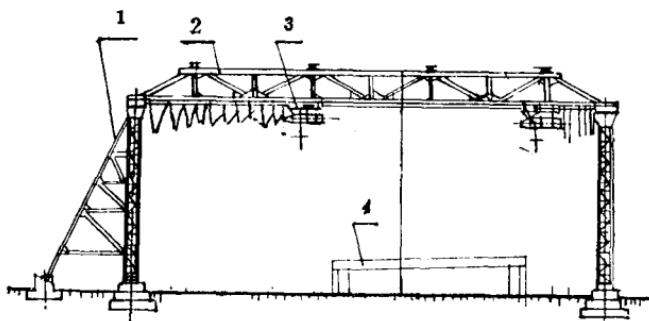

图3 固定卸车桥
**固定卸车桥** 固定卸车桥卸车比较平稳，不会碰撞运材车辆，安全可靠，使用维修方便，可使用四、五十年，能减轻工人的劳动强度，卸车效率也很高（图3）。